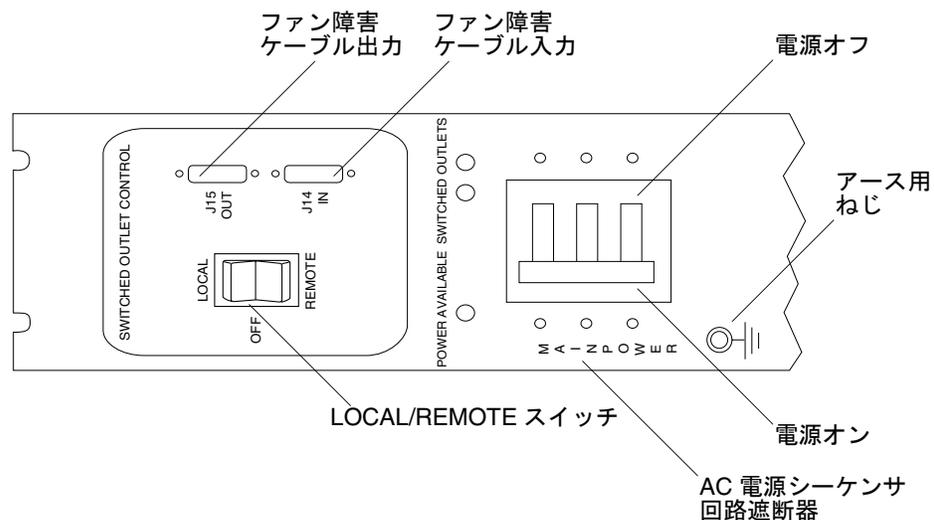

図 3-2 電源シーケンサのコントロールパネル
3. 各 AC 電源シーケンサ回路遮断器がオフの位置にあり、LOCAL/REMOTE スイッチが LOCAL の位置にあることを確認します (図 3-2)。